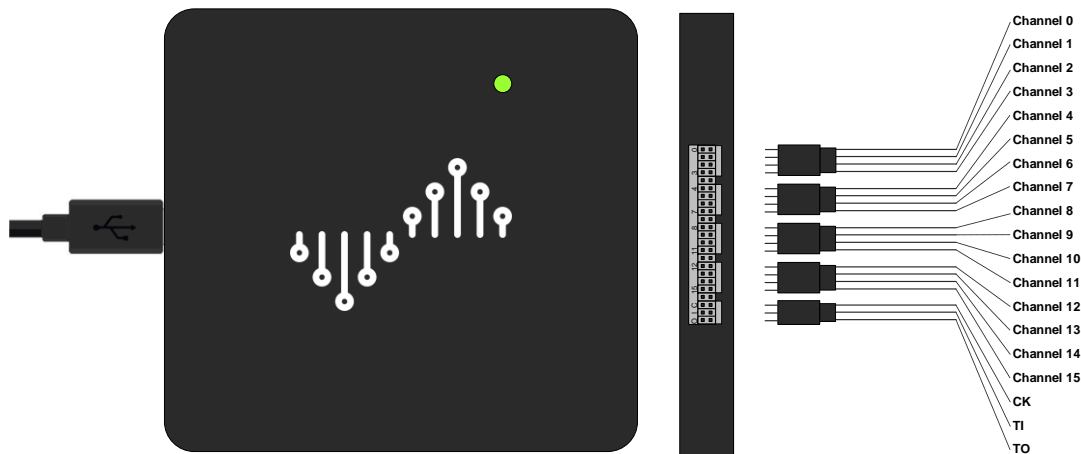

图 2-3
3) 连接排线至逻辑分析仪的采样端口，图 2-3 显示了排线和通道的对应关系。对于增强版设备，每个通道为屏蔽线，末端分为信号和地两个端口；对于基础版设备，每 4 个通道配一个地线（黑色），彩色线顺序对应 0-15 这 16 个通道。除此之外，排线还有 CK，TI 和 TO 信号，一般情况都不需要连接。其中 CK 通道为状态采样的时钟输入，可以把外部时钟当做采样时钟，TI 为外部触发信号的输入，TO 为触发信号的输出，会在采样过程中触发条件满足时输出脉冲。